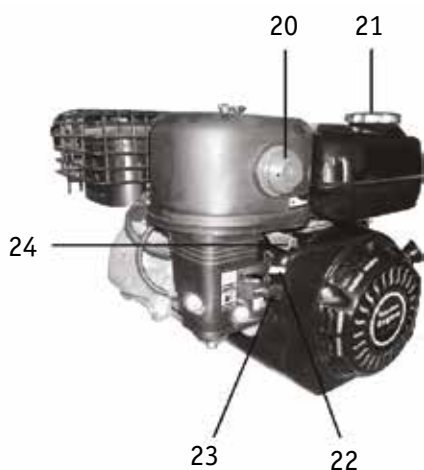

Рис. 1.3
1. Снимите крышку заливной горловины со щупом (13) **(рис. 1.3)**, масляный щуп вытрите чистой ветошью.